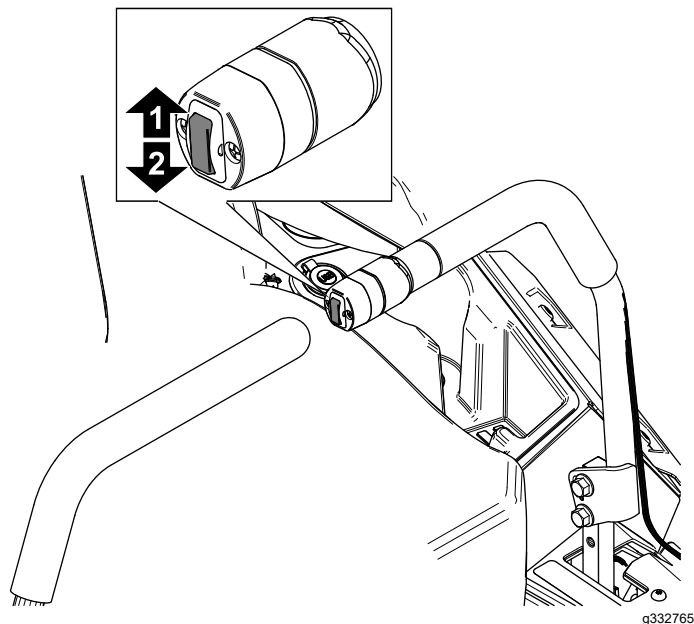

Figure 23
1. Appuyez sur le haut de l'interrupteur de levage du plateau (Figure 23).